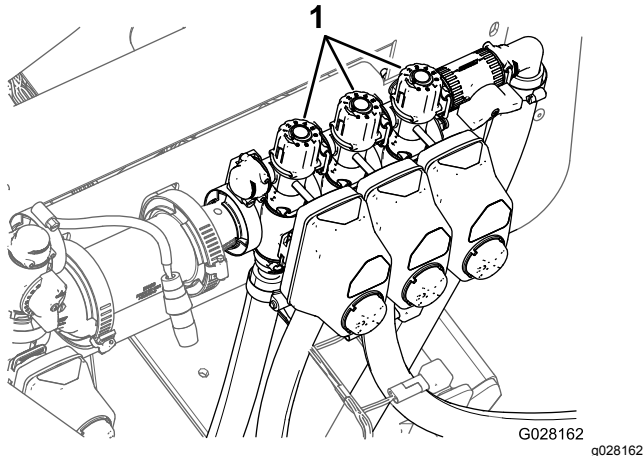

Bild 30
9. Stellen Sie das Sicherheitsventil des Abschnitts (Bild 30) oben am Sicherheitsventil des Abschnitts für den Auslegerabschnitt ein, den Sie abgestellt haben, bis der am Druckmanometer angezeigte Druck dem Wert in Schritt 7 entspricht.